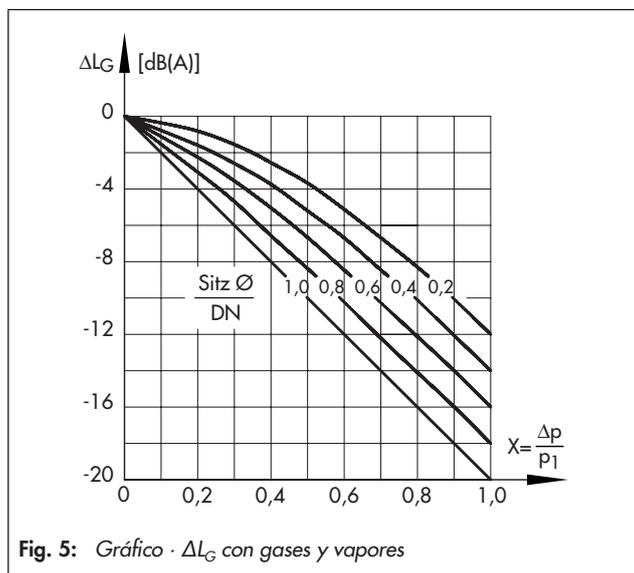

Fig. 5: Gráfico · ΔL_G con gases y vapores
- ΔL_G · Con gases y vapores: valores según el Fig. 5